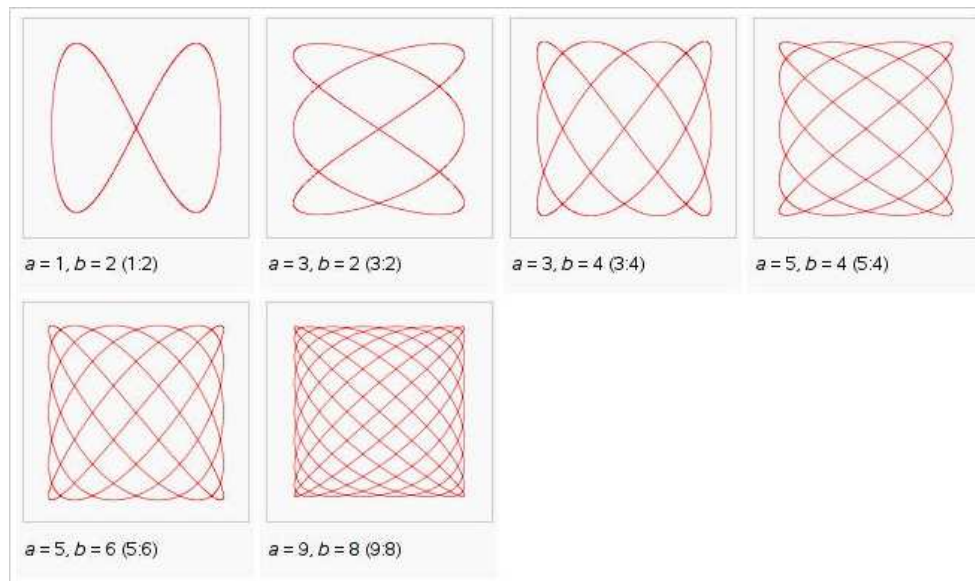

Figura 68: Relação de frequências. A razão a/b representa a relação entre N_V/N_H .
- (b) Frequência (sinais de frequências diferentes) - dois sinais de frequências distintas dão origem a uma figura complexa devida a várias elipses que mudam de eixo de simetria seguidamente, admitindo um retângulo envoltório com lados tangentes à figura e que correspondem às tensões pico-a-pico dos sinais injetados. Há uma relação, mostrada na Figura 68, entre os pontos de tangência da figura, na vertical e na horizontal com os lados do retângulo envoltório, e as frequências dos sinais que é: